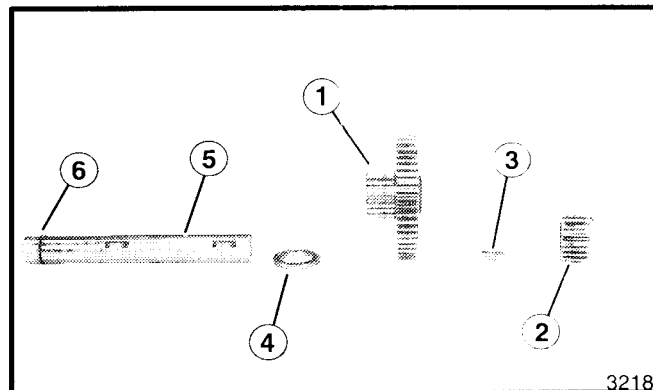

Abbildung 35. Eingangswelle
8. Zahnräder, Keil und Abstandsscheibe von der Antriebswelle entfernen (siehe Abbildung 35).